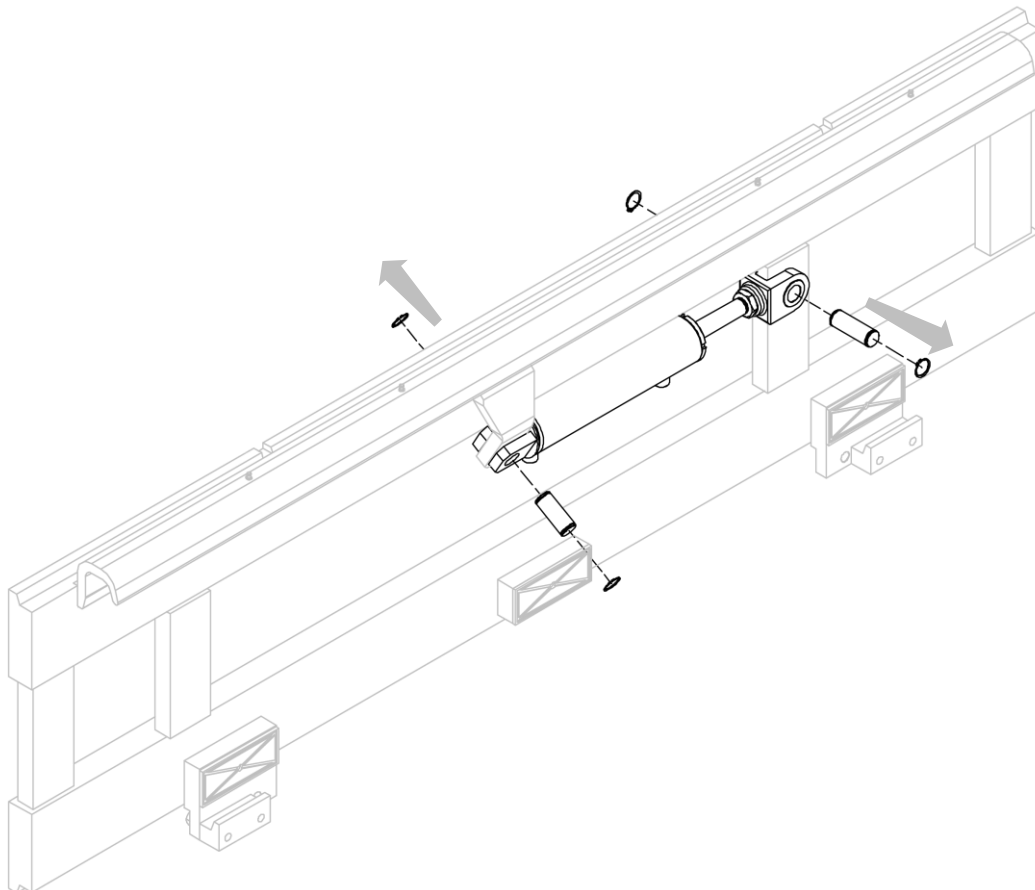

Figura 21
4. Retirar los pasadores (con los correspondientes anillos de resorte) que bloquean el cilindro (mira *Figura 21*).